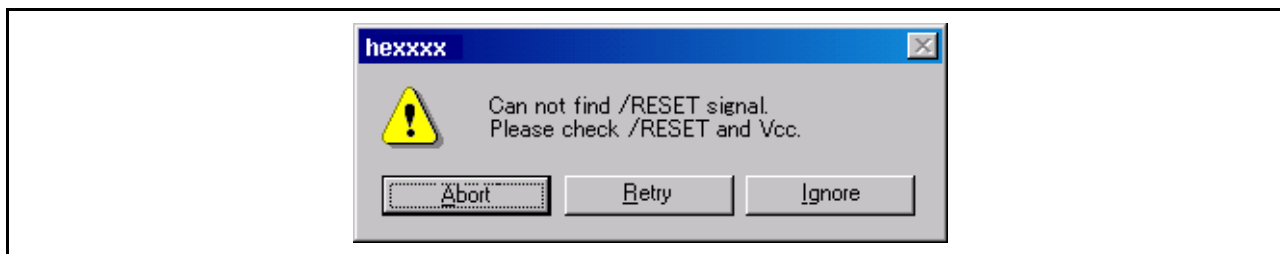

图 4.15 [Can not find /RESET signal]（找不到 /RESET 信号）对话框
3. 如果仿真器未启动，将显示如图 4.15 至 4.18 所示的下列对话框。